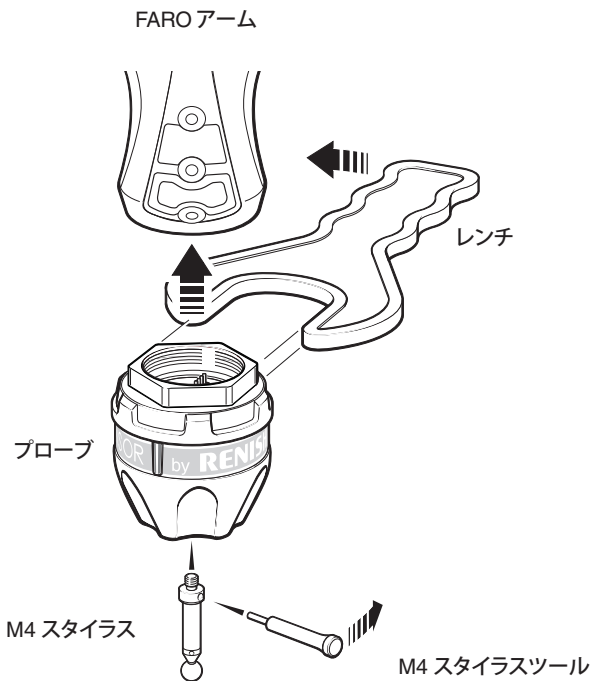

図 3 - FARO センサーのアームへの取り付け
FARO センサーをアームに取り付ける場合は、下記の手順を実施してください(図 3 を参照)。
2. 図 3 のようにプローブ本体にレンチ(付属品)を配置します。
スタイルスを FARO センサーに取り付ける場合は、下記の手順を実施してください(図 3 を参照)。